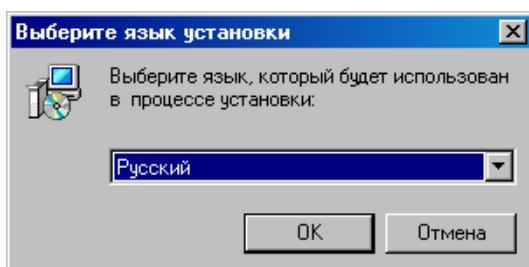

Рис.15. Выбор языка установки программы
- После запуска программы Setup на экране монитора появится диалоговое окно с предложением выбрать язык установки Русский/English (Рис.15).